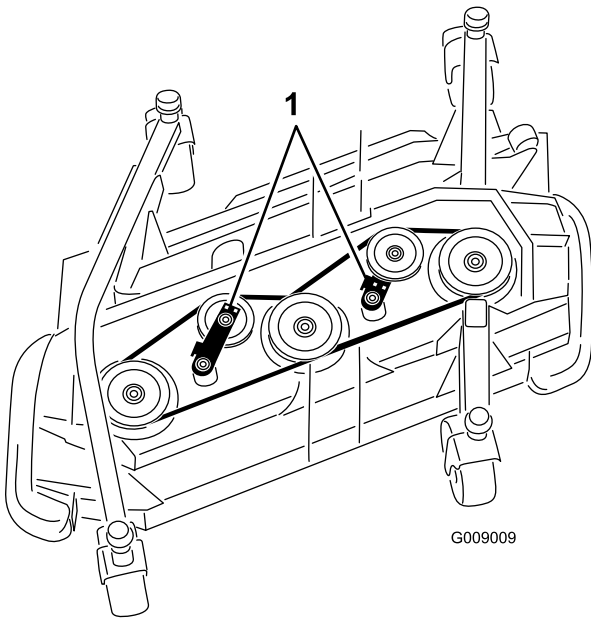

Figura 84
3. Usando una llave de carraca u otra herramienta similar, aleje las poleas tensoras (Figura 84) de la correa de transmisión para aliviar la tensión de la correa y poderla retirar de las poleas.